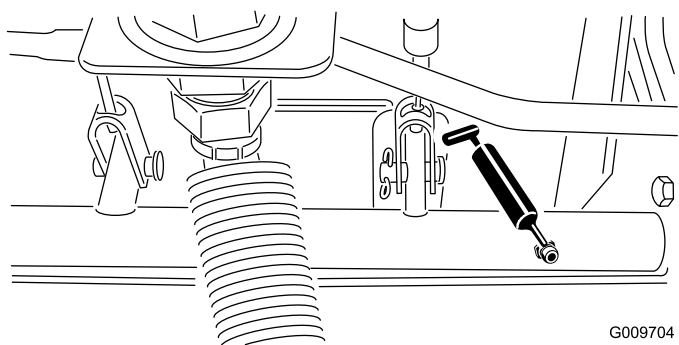

**Рисунок 81**
- Шарнирные опоры вала тормоза (5 шт.) (Рисунок 81)